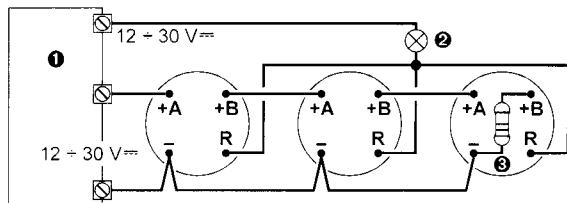

FIG. 2 - Collegamento con spia remota in comune
Se nel caso di più rivelatori installati nella medesima stanza, può essere utile installare una sola lampada remota per il monitoraggio di tutti i rivelatori, in questo caso il collegamento va effettuato come mostrato in fig. 2.
The Signalling Lamp (2), connected to terminal [R], must be powered by a separate line, as per fig. 2.
Only one remote signalling lamp is required to monitor several detectors installed in the same room, connect as per fig. 2.